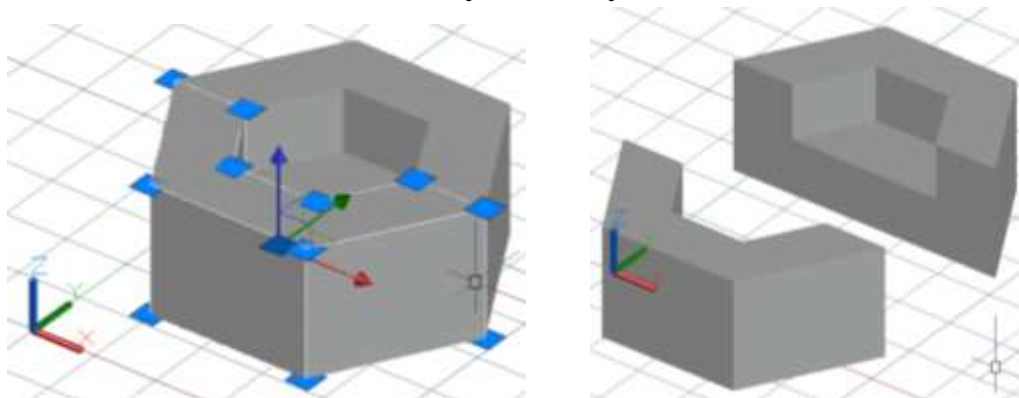

Рис. 176. Пример выполнения разреза тела режущей плоскостью ZX
7. ZX – режущей плоскостью будет плоскость, параллельная плоскости ZX и проходящая через указанную точку (рис. 176).